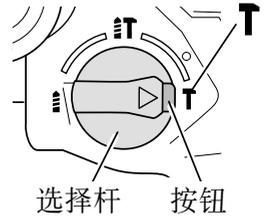

图 22
按下按钮并将选择杆对准 **T** 记号，可以将电动锤钻设置为只锤钻模式(图 22)。
- (3) 旋转选择杆，使其对准 **T** 记号(图 22)。尖钻头或冷镗被锁定